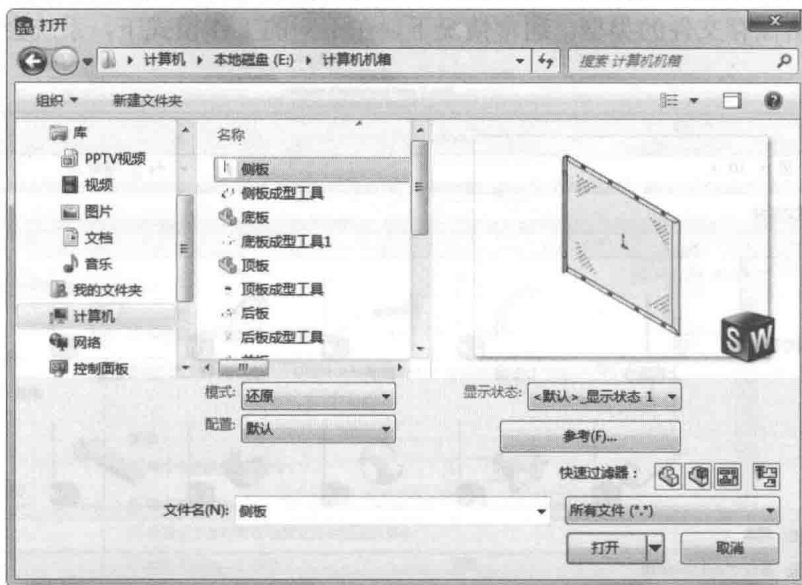

图 1-5 “打开”对话框
- (1) 执行命令。在菜单栏中选择“文件”→“打开”命令，或者单击“打开”图标按钮，执行打开文件命令。
- (2) 选择文件类型。系统弹出如图 1-5 所示的“打开”对话框。对话框中的“文件类